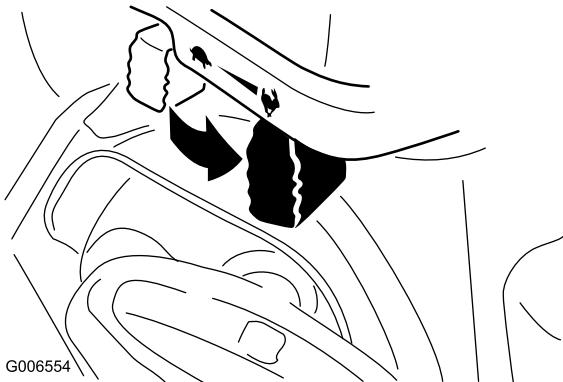

Figure 26
- Placez la commande d'accélérateur en position haut régime (Figure 26).